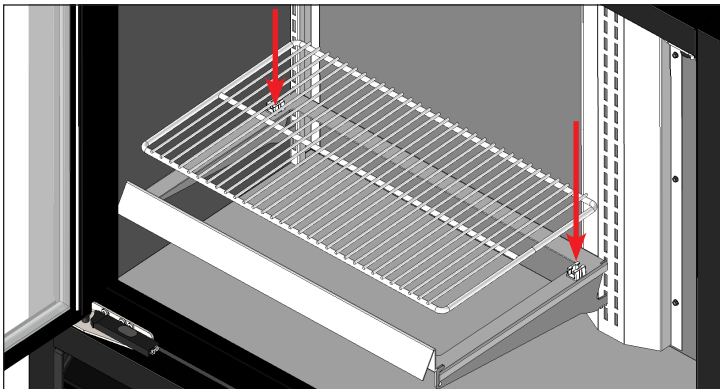

Fig. 8. Encaje el estante de rejilla en los ganchos.
4. Encaje el estante de rejilla en los ganchos de soporte para estantes. Consulte las figs. 8 y 9.